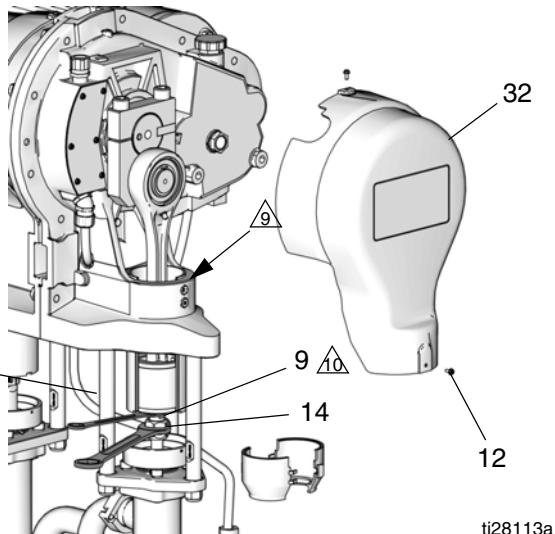

FIG. 16. Remova a porca de acoplamento.
1. Faça jog com o motor para colocar o lado da bomba em reparo no fundo do curso. Isto permite o acesso à porca de acoplamento (14).
4. Retire dois parafusos (12) e a tampa. FIG. 16 mostra a tampa (32) no lado oposto do motor; a tampa lateral do motor é (21).
- 9 Coloque um pano limpo sobre o cilindro do rolamento deslizante (2).
- 10 Segure as faces planas do pistão deslizante (9) com a chave de 3/4 de polegada e apoie contra os pinos de ancoragem (3).